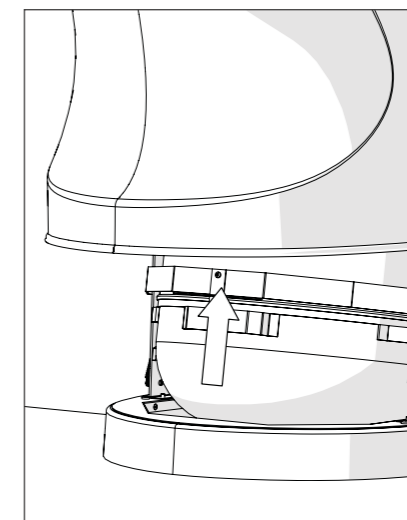

Ilustración 5
4. Afloje el muelle de cierre y levante el pestillo de la parte delantera del recipiente de cenizas (Ilustración 5).